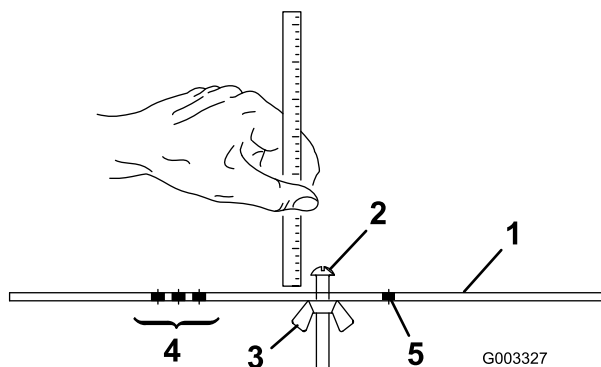

図 16
2. ゲージバー 図 16 のナットをゆるめ、調整ねじを希望の刈り高に合わせるねじの頭の下からバーの表面までの距離が刈り高となる。